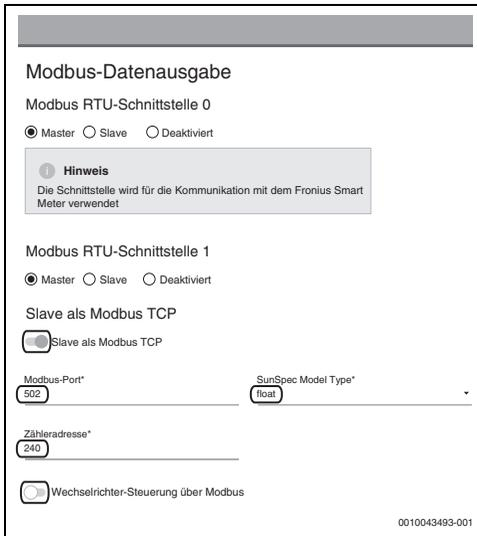

Bild 15 Einstellungen Modbus auf Fronius Gen24 Plus-Weboberfläche
- Bei Fronius Gen24 Plus befinden sich die Modbus-Einstellungen im Reiter **Kommunikation** (→ Bild 15).